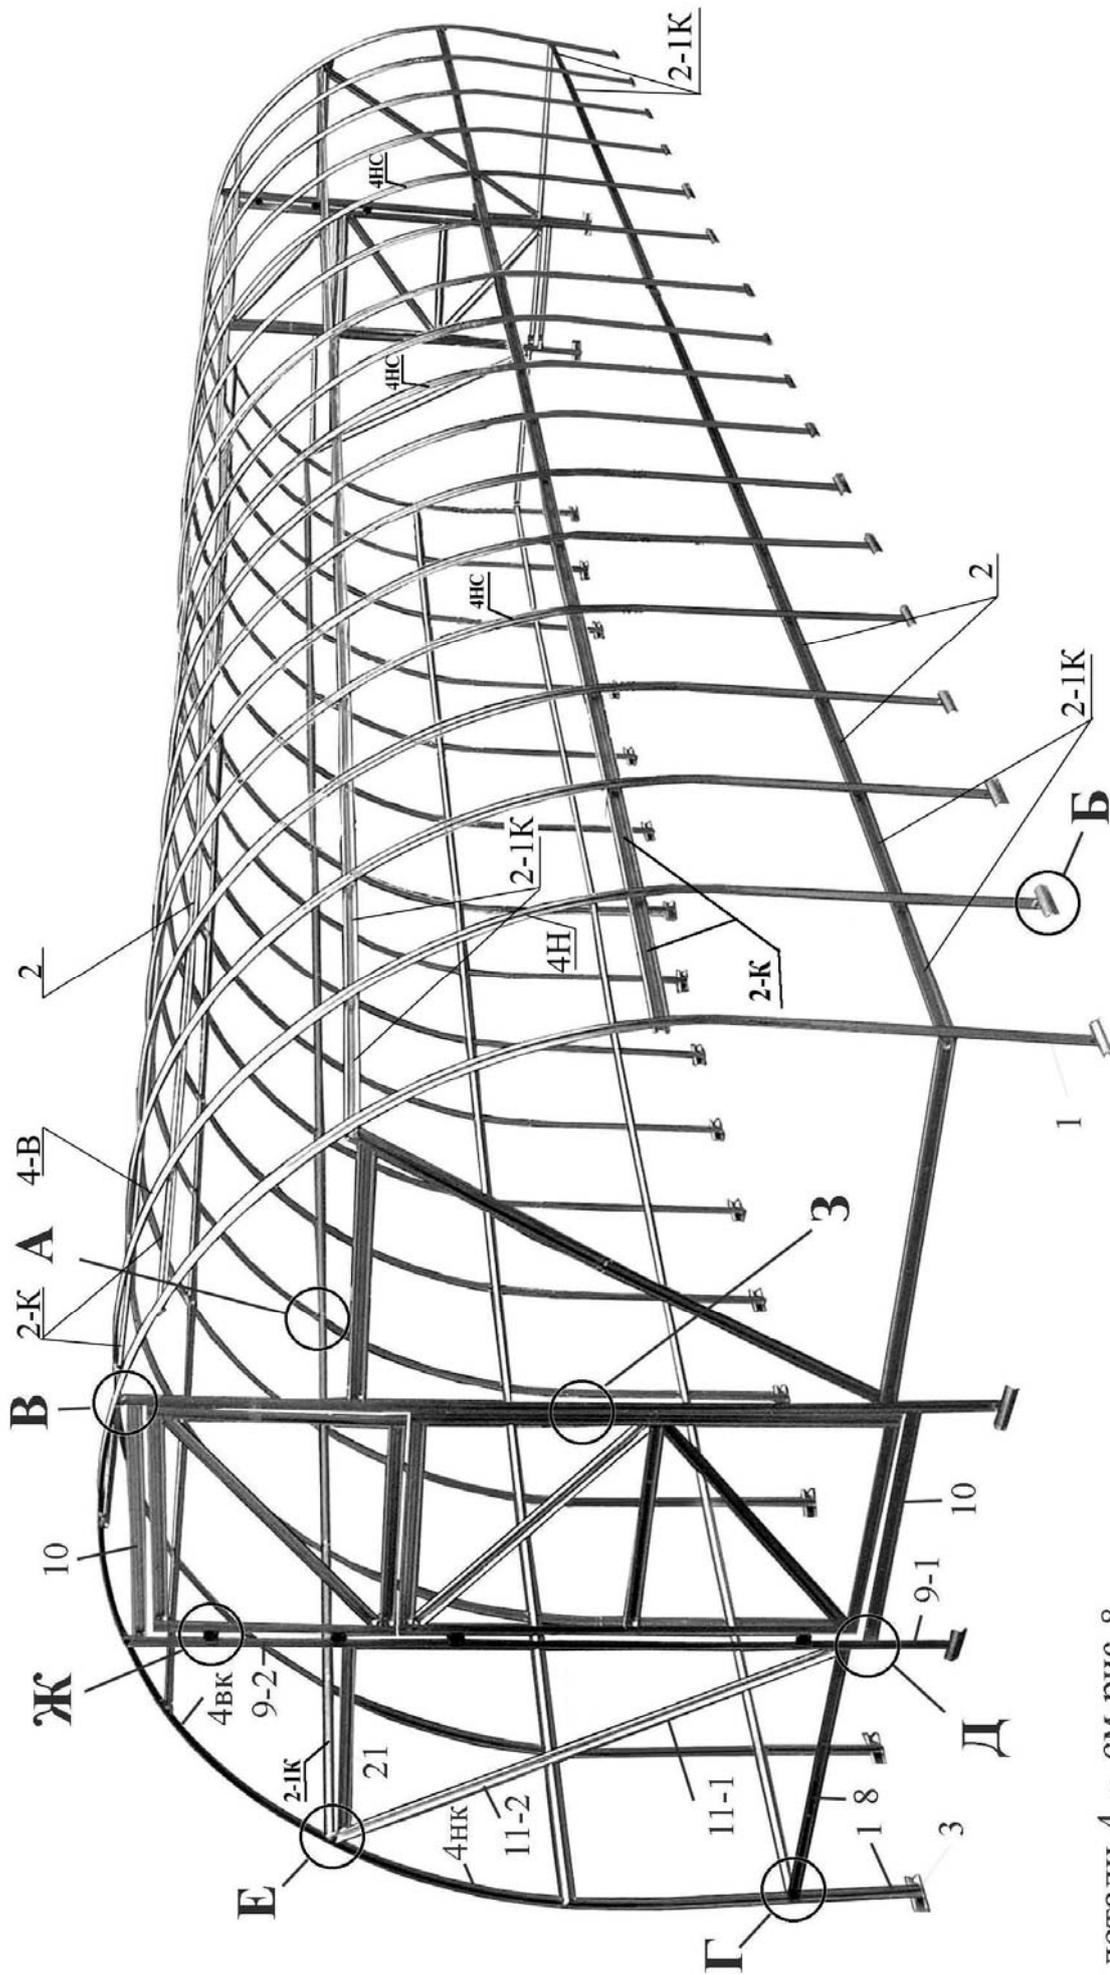

Рис. 1
1. Общий вид каркаса представлен на рис. 1.